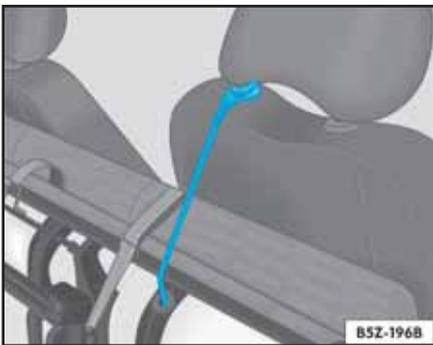
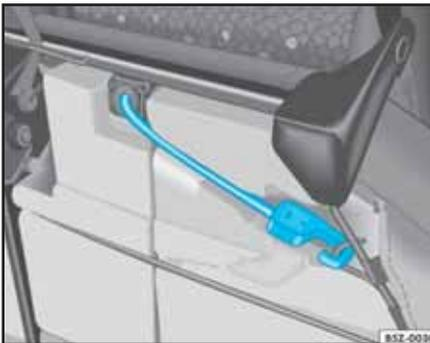

Fig. 90 Asiento rebatido fijado con la cinta elástica roja en la barra del apoyo para cabeza
Fig. 92 Alojamiento de la tira elástica roja
– Localice la tira elástica roja, alojada en la parte inferior del asiento, y encaje el gancho de esa tira en la barra del apoyo de cabeza del asiento del acompañante, inmovilizando el conjunto ⇒ fig. 90
- Suelte el gancho de la tira elástica roja de la barra del apoyo para cabeza ⇒ Página 101, fig. 90 y encájelo debajo del banco trasero ⇒ fig. 92.